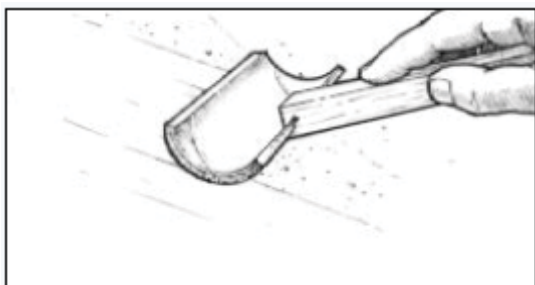

Рис. 31. Разровняйте покрытие, протягивая поролоновый валик по незастывшей смоле
8. После окончания каждой порции смолы, разравнивайте покрытие, легко протаскивая кисть из поролонового валика по поверхности, длинными, равномерными, перекрывающими движениями. Применяйте давление, достаточное для того, чтобы разровнять рисунки, не повреждая при этом покрытие (*Рисунок 31*). Изменяйте направление выравнивания слоя, 1-й слой вертикально 2-й горизонтально, 3-й вертикально и т.д. Вы можете разрезать валик WEST SYSTEM 800 на несколько частей, получив идеальную кисть для выравнивания.